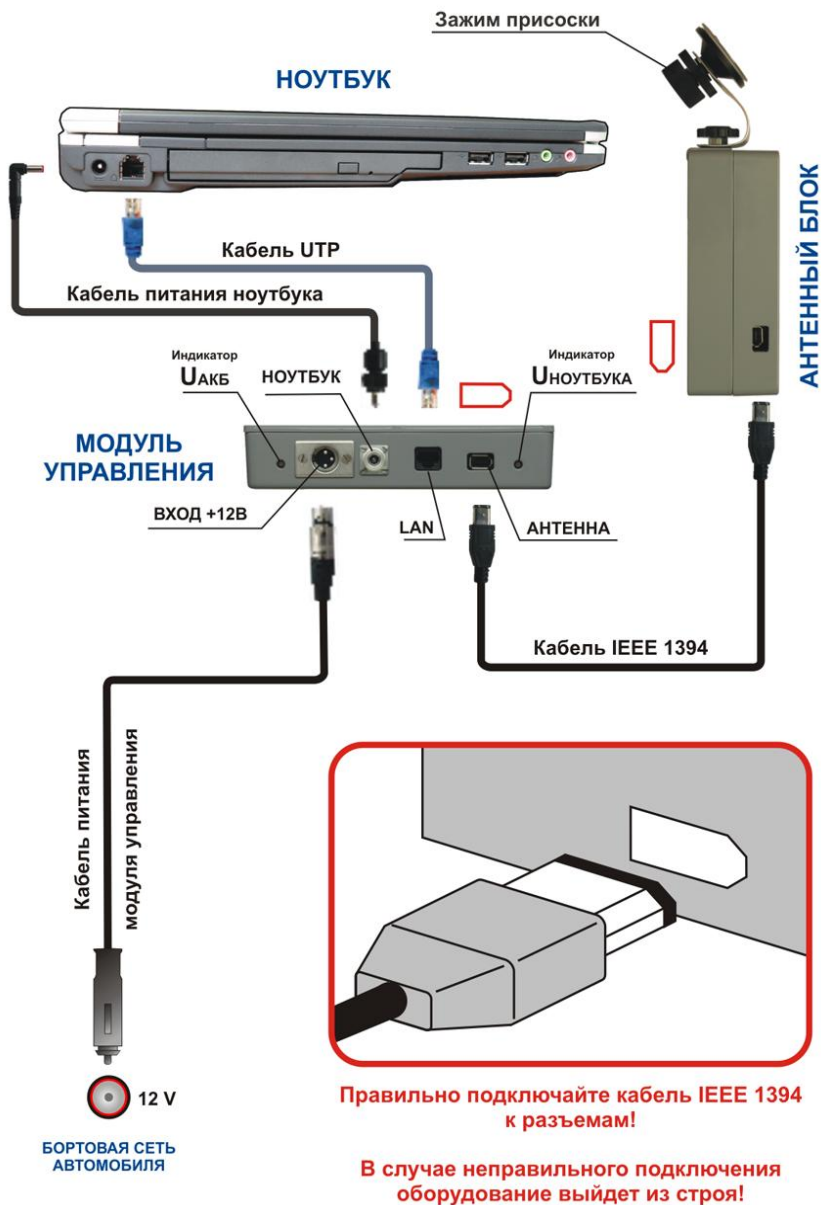

Рис. 17. Схема соединений Мобильного поста
- ☒ Схема соединений для оборудования МП приведена на Рис. 17.
Разъемы IEEE 1394 имеют скошенные углы с одной стороны (показано на Рис. 17). При подключении правильно сориентируйте разъемы кабеля!
Подключите кабель питания ноутбука к порту **Ноутбук** (Рис. 8, поз. 6) используя кабель питания ноутбука из комплекта поставки (Рис. 17). Подключите ноутбук к этому кабелю.